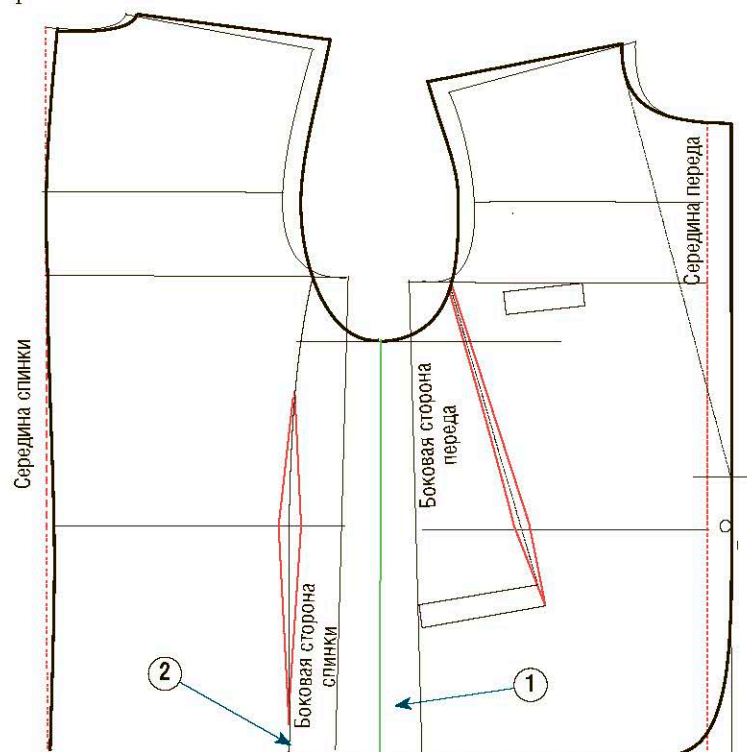

Рис. 1
① Приложите выкройку полочки к выкройке спинки так, чтобы совместить линии боковых срезов (на рис. 1 показано зеленой линией). Следите за тем, чтобы горизонтальные линии спинки и переда были на одном уровне и идеально стыковались друг с другом.
② Линия рельефа на спинке начинается в области проймы, на уровне базовой линии проймы. В верхней части рельефа (над линией талии) сделайте небольшой изгиб, затем вертикально опустите его до низа пиджака. Как правило, рельеф располагается не более чем в 10 см от линии бокового среза, но точное расстояние зависит от мерки обхвата бедер.